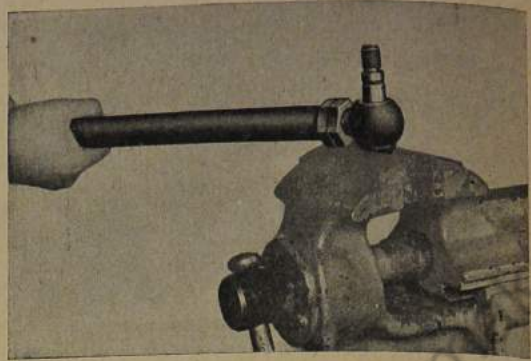

Bild 544: Verschlußstopfen fest anziehen
3. Zum endgültigen Festziehen des Verschlußstopfens diesen in Schraubstock spannen und Lenkstange selbst als Hebelarm verwenden, bis die Sicherungsnut in dem Verschlußstopfen sich mit der im Lenkstangenkopf deckt (Bild 544).